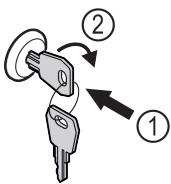

Fig. 91
- ▶ Inserire la chiave Fig. 91 (1).
- ▶ Ruotare la chiave di 90° in senso orario Fig. 91 (2).